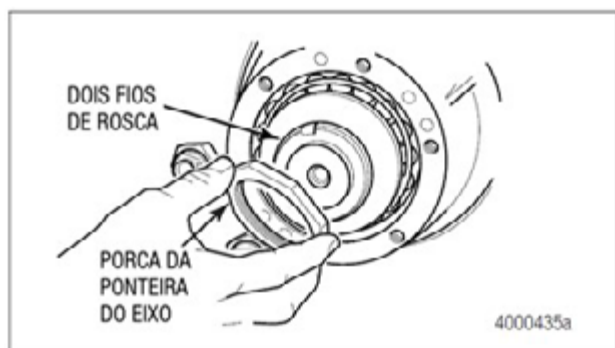

Figura 2.27
2. Use um dispositivo de furação Meritor. Prenda-o corretamente com pelo menos duas roscas completas da ponteira. Se necessário, remova a porca externa da extremidade do eixo do reboque, para expor pelo menos duas roscas completas. Figura 2.27.